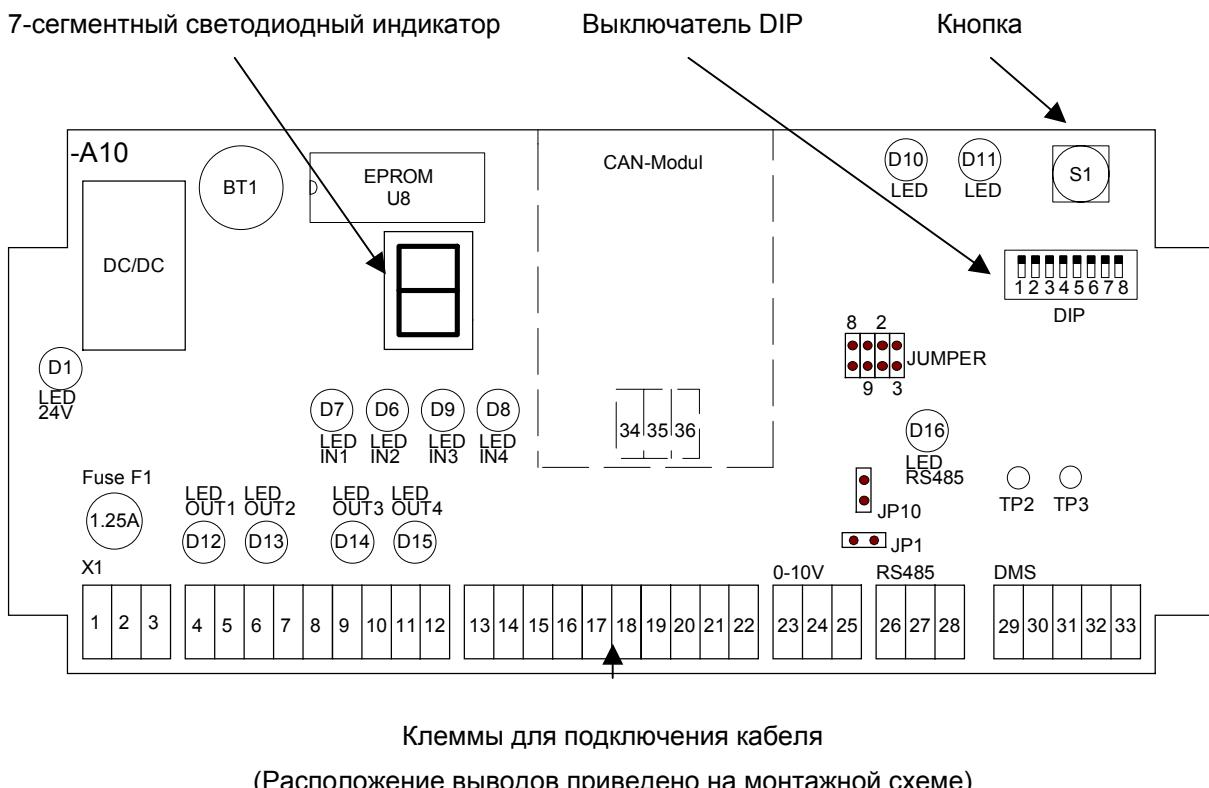

Рис. 2.1
1. Соединение: Электроника гибкого стержня (клеммы 29-33 на рис. Рис. 2.1)
2. Соединение: Электроника запорного устройства (клеммы 4, 5 и 8 на рис. Рис. 2.1)
Для настройки служат 8 выключателей DIP и кнопка ввода на плате igs (см. рис. Рис. 2.1):